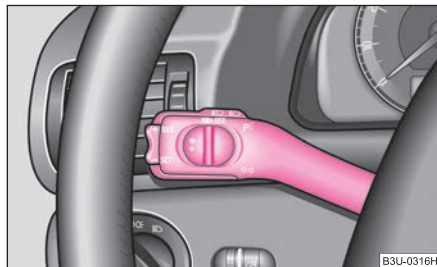

Fig. 39 Leva indicatori di direzione e abbaglianti
- Per inserire gli abbaglianti premere in avanti la relativa leva ⇒ pag. 50, fig. 39.
- Premere la leva di comando verso l'alto o verso il basso ⇒ fig. 39.